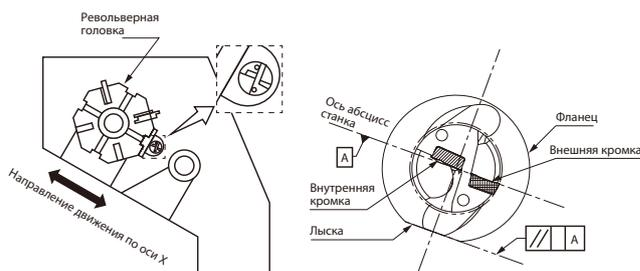
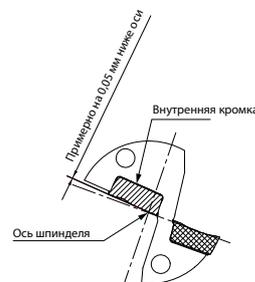

Рис. 1. Сверло, установленное на токарный станок
Рис. 5. Сверло (вид спереди)
1. На шкале, которая расположена на фланце втулки, выставьте смещение, совместив нужное значение с центром заглушки канала для СОЖ (Рис. 1).
- Рекомендуется установить наружную пластину, как показано на рис. 1, при этом наружная пластина обращена к оператору (Рис.1).
При установке внутренней пластины, как показано на рис. 1, она будет располагаться на 0,05 мм ниже центра шпинделя (см. Рис. 5). Это нормальное положение высоты центров. Однако если центры револьверной головки и шпинделя не совпадают, то режущая кромка внутренней пластины может находиться выше или значительно ниже центра шпинделя. Чтобы обеспечить стабильность обработки, важно убедиться в том, что высота центров удовлетворительная.